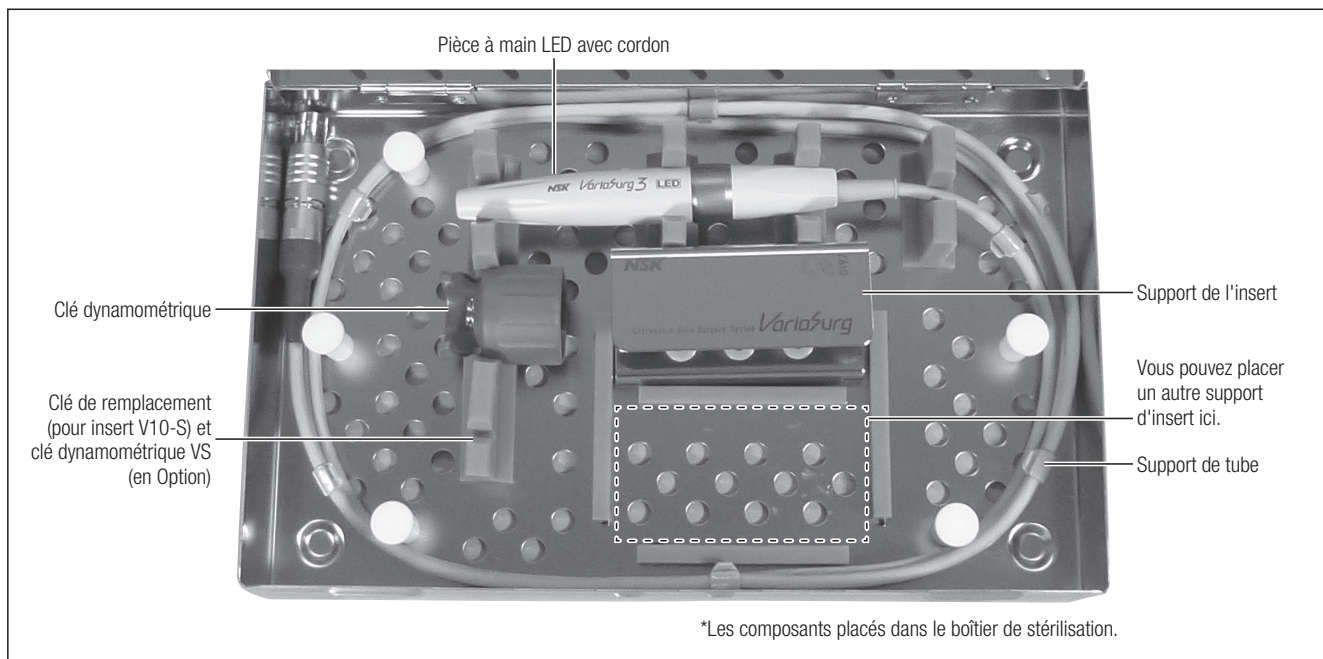

Fig. 23
- 1) Placez la pièce à main avec le cordon et la clé dynamométrique dans le boîtier de stérilisation (Fig. 23).